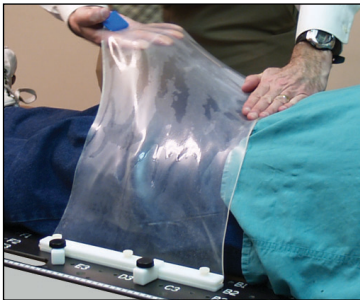

Figure 1
5. Continuer à moler le thermoplastique par légères pressions des doigts jusqu'à obtenir la forme souhaitée (Figure 1).